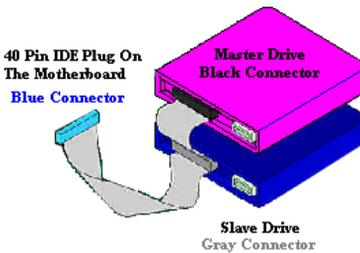

Abb.2-10. Anshluß des ATA/66-Kabel mit dem Motherboard
- Verbinden Sie den **SCHWARZEN** Anschluß mit dem entsprechenden Anschluß auf der Master-Festplatte. Verbinden Sie den **GRAUEN** Anschluß mit dem entsprechenden Anschluß auf der Slave-Festplatte (sekundäre Festplatte, CD ROM, oder Bandlaufwerk). Bitte schauen Sie sich Abb. 2-10 an.